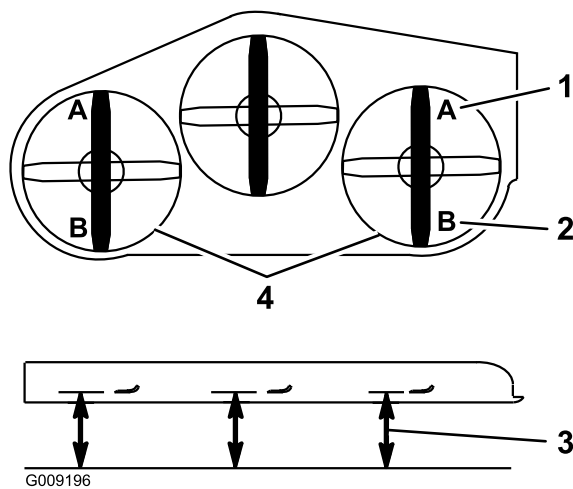

Figura 93
Nota: La distancia debe ser de 7.6 cm (3"), según se muestra en Figura 93.
15. En ambos lados de la carcasa, mida desde la superficie nivelada hasta la punta trasera de la cuchilla (Posición B), según se muestra en Figura 93.